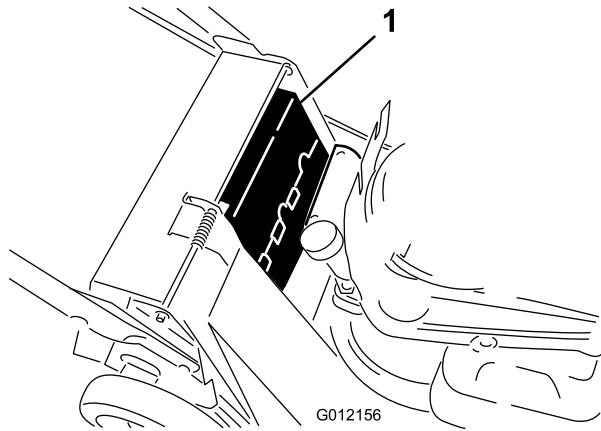

Bild 26
6. Entfernen Sie die obere Riemenabdeckung (Bild 26).